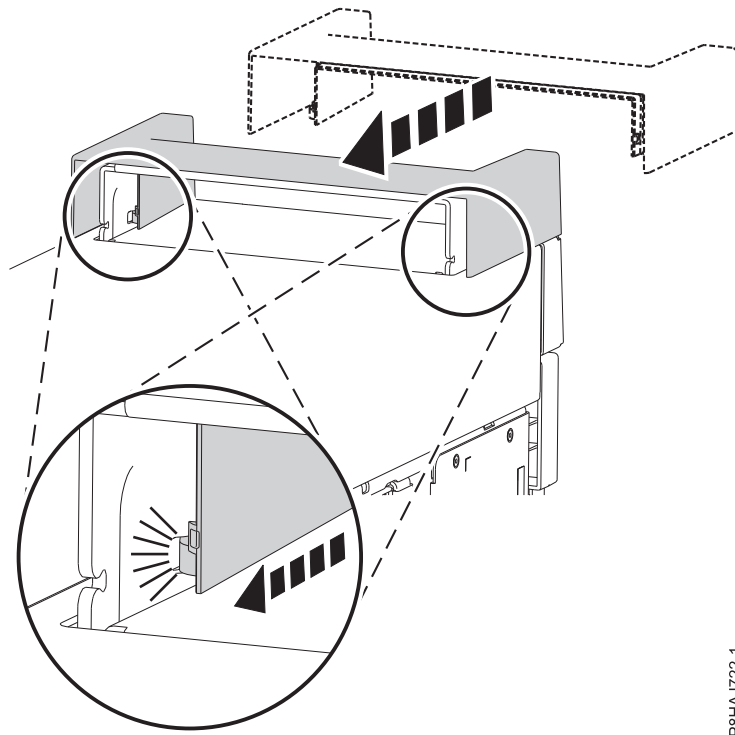

図 35. 8286-41A スタンドアロン・システムへのハンドル・カバーの固定
1. ハンドル・カバーを、システムの後部方向へスライドさせて内部 RDX ドッキング・ステーション (FC EUA3) に固定します。図 35 を参照してください。